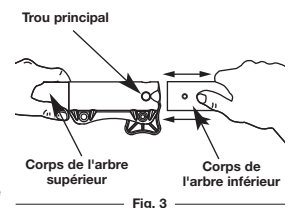

Fig. 3
3. En tenant fermement le logement de l'arbre supérieur, retirez l'accessoire du couplage (Fig. 3).
3. Tenez fermement l'accessoire et enfoncez-le tout droit dans le coupleur (Fig. 3).